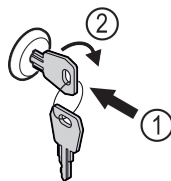

Fig. 171
- ▶ Trykk inn nøkkelen. Fig. 171 (1)
- ▶ Vri nøkkelen 90° med klokka. Fig. 171 (2)